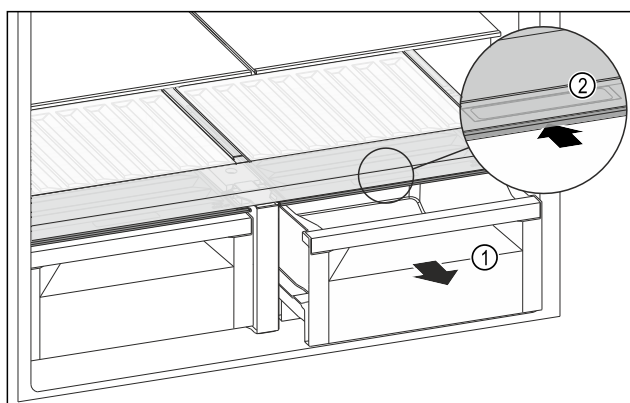

Fig. 156
- ▶ Izvucite ladicu Fig. 156 (1).
- ▶ Primite ručku Fig. 156 (2) na poklopcu pretinca i istodobno povucite poklopac pretinca prema natrag.